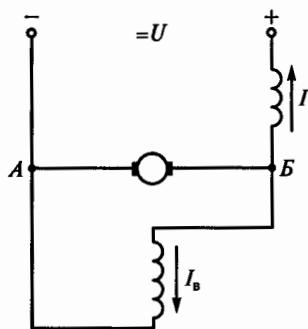

Рис. 239
**10.20.** Как направлены ЭДС  $E$  и ток якоря  $I_{\text{я}}$  в генераторе со смешанным возбуждением, схема которого приведена на рис. 239?